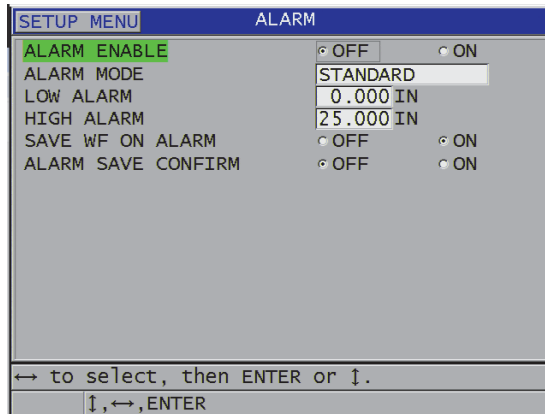

Figura 8-7 Configuración de la alarma estándar
3. En la pantalla **ALAR.** [alarma] (ver Figura 8-7 en la página 150):